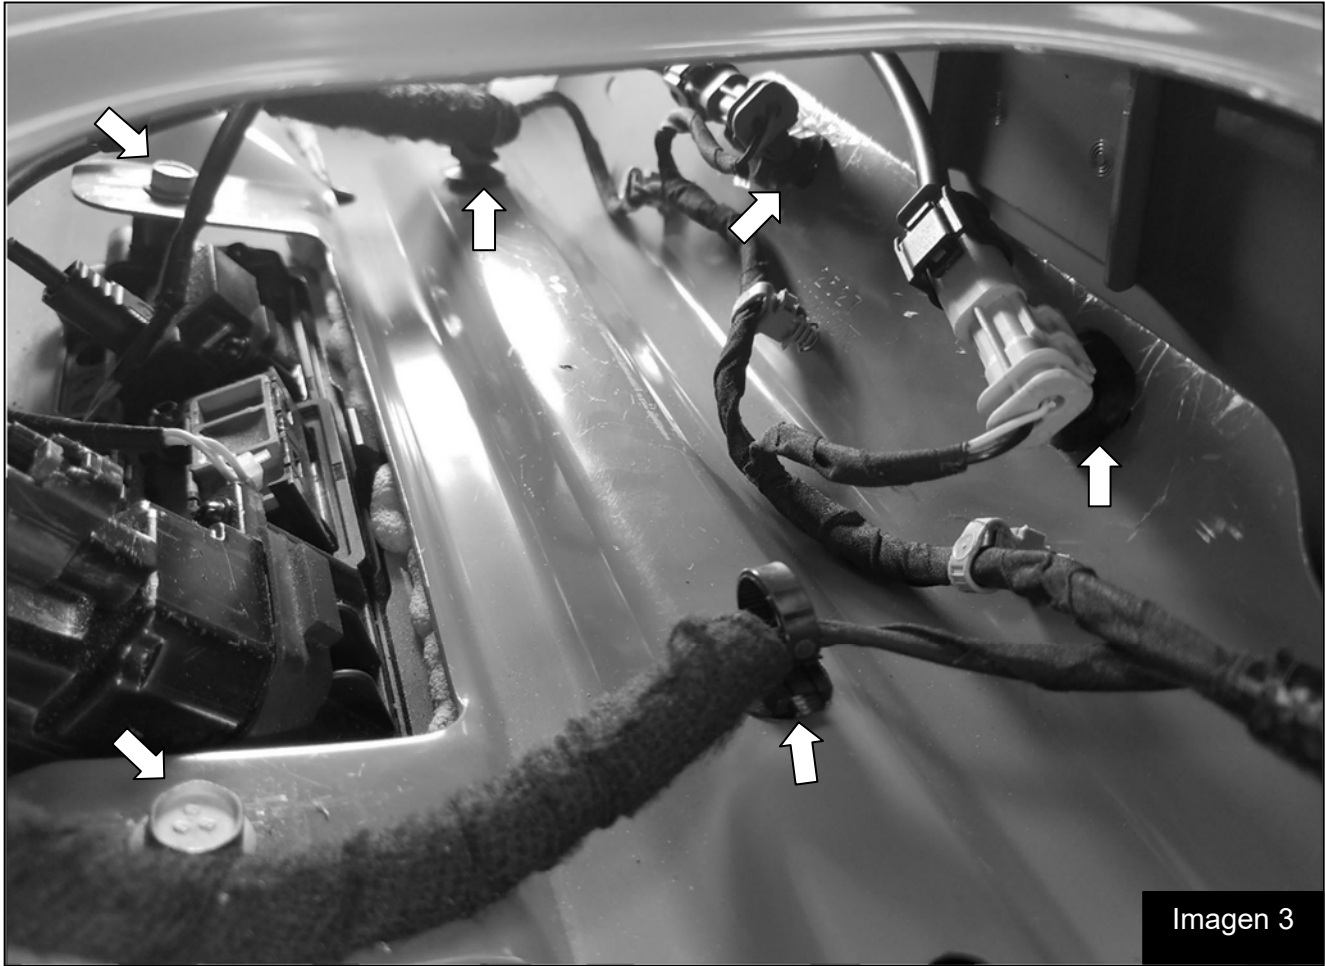

Imagen 3
4. Afloje los dos pernos que aseguran la manija de la compuerta trasera. Imagen 3
5. Retire las abrazaderas de cables que se indican. Imagen 3